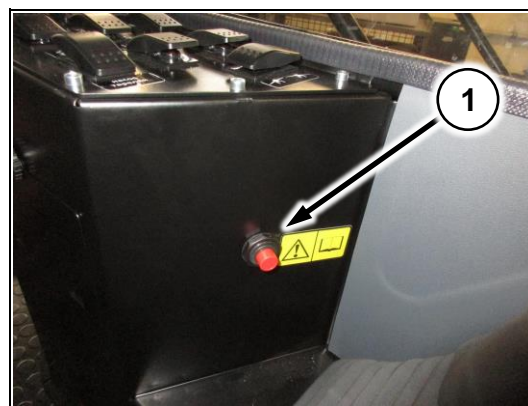

Рис. 109
2. Зафиксируйте кнопку в кабине (Рис. 109/1) и поверните руль вправо до упора и отпустите кнопку